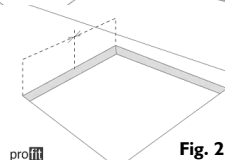

Fig. 2
- Mesurez le milieu des côtés verticaux du découpage, comme le montre la Fig. 2.